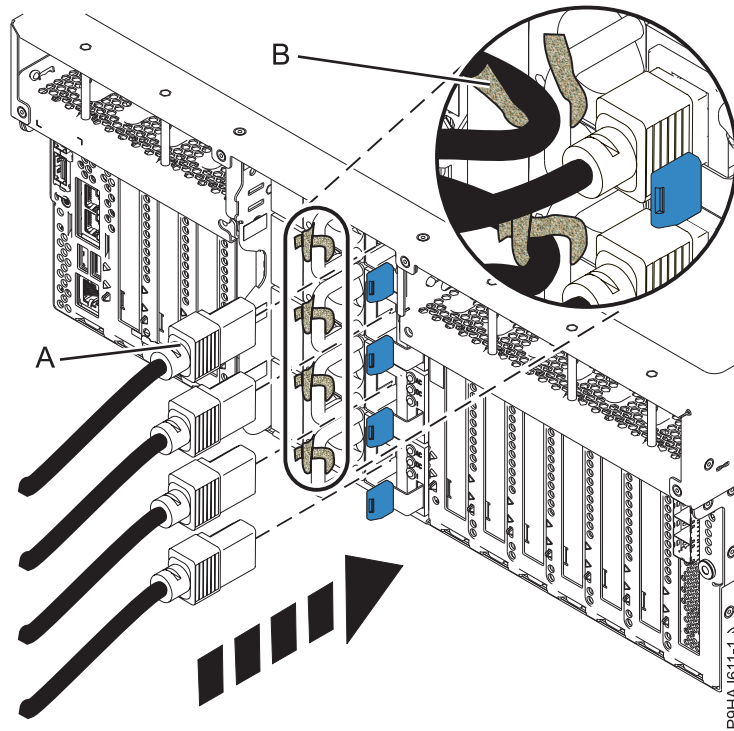
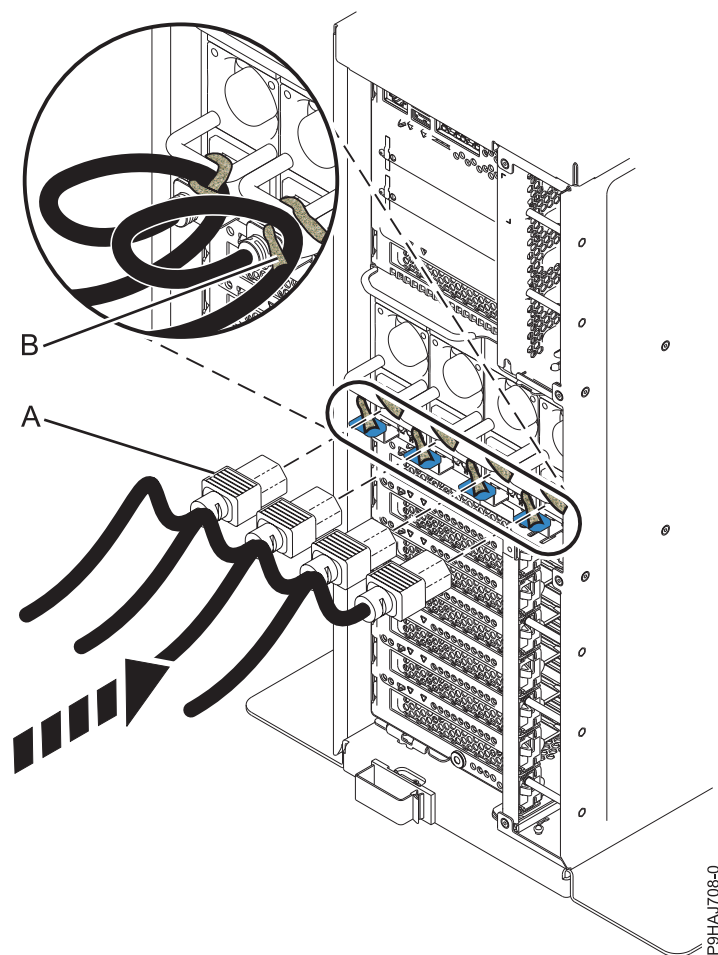

Abbildung 76. Netzkabel an ein Einschubsystem anschließen
Abbildung 77. Netzkabel an ein Standalone-System anschließen
2. Schließen Sie die Netzkabel (A) mithilfe Ihrer Beschriftungen wieder an die Systemeinheit an. Befestigen Sie die Netzkabel (A) mit den Klettverschlüssen (B) am System (siehe Abb. 76 auf Seite 103 oder Abb. 77 auf Seite 104).